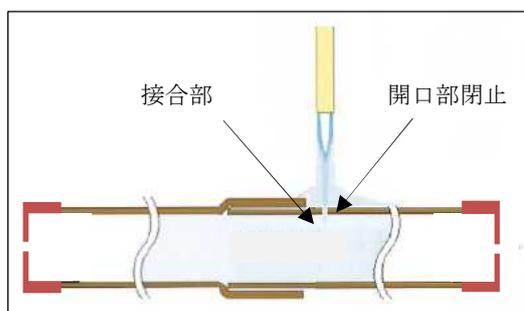
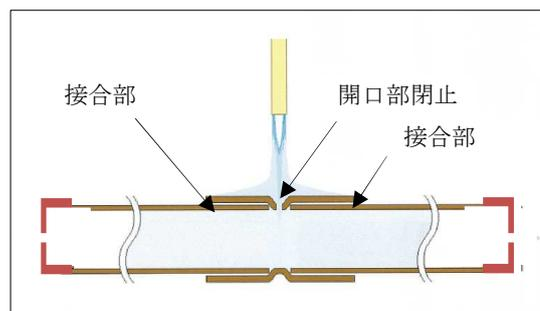

図4 Nフリーブ工法
図3 酸化防止継手工法
①酸化防止継手工法
- ・酸化防止継手工法(図 3)は専用の継手を使用し、その開口部及び継手部両端部の接合が必要となるのに対して、「Nフリーブ工法」(図 4)は、継手が不要で接合箇所も半減します。